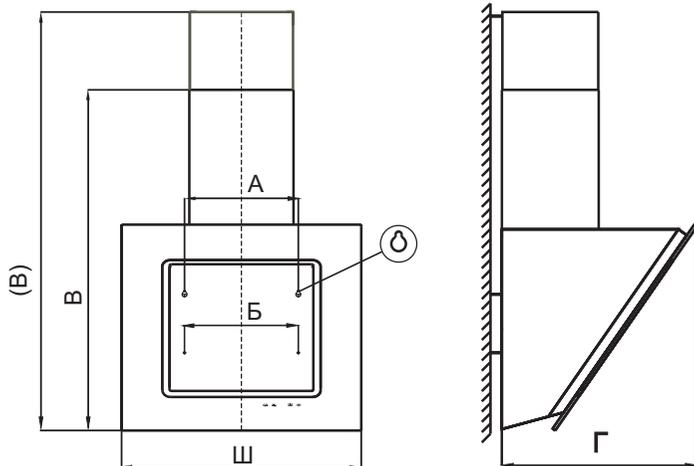

РИС. 2
- вверните два самонарезающих винта 6x50 мм (размер А, рис. 2).
Навесьте зонт через отверстия типа «замочная скважина» (размер А, рис.2) и дополнительно закрепите двумя самонарезающими винтами 6x50 мм (размер «Б»). Установите фильтры.